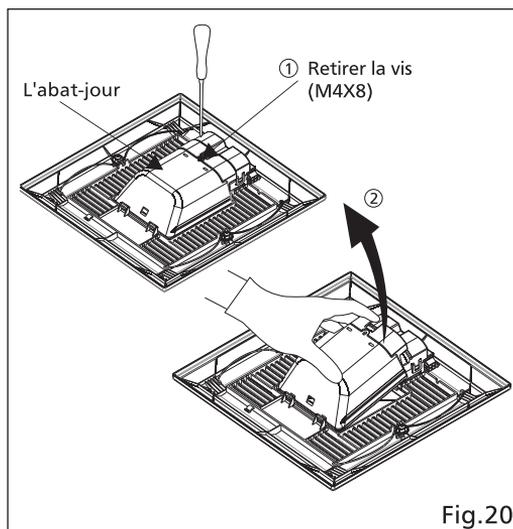

Fig.20
2. Retirer la vis comme illustré à l'étape ① de la Fig.20. Retirer l'abat-jour comme illustré à l'étape ② de la Fig.20.